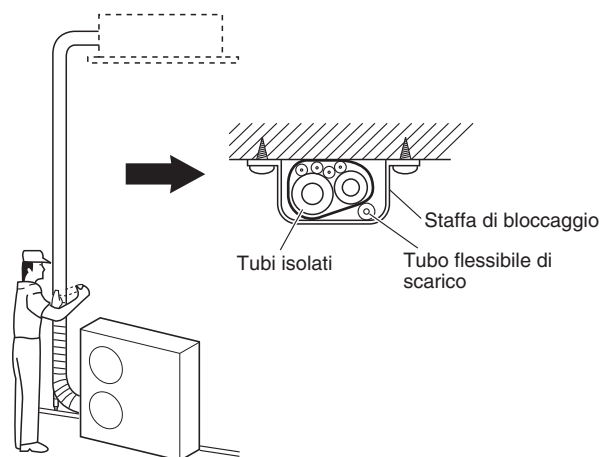

Fig. 5-9
- (1) In questa fase i tubi del refrigerante (e i cavi elettrici, se consentito dalle normative locali) devono essere nastrati con del nastro di rinforzo formando un solo fascio. Per prevenire la formazione di condensa dovuta al trabocco della coppa di scolo, tenere separati il tubo di scarico e quello del refrigerante.
- (2) Avvolgere il nastro di rinforzo dal fondo dell'unità esterna sino al punto la tubazione entra nella parete. Durante l'avvolgimento del fascio di tubi, sovrapporre metà dell'altezza del nastro alla spirà immediatamente precedente.
- (3) Fissare il fascio dei tubi alla parete usando una fascetta ogni metro circa. (Fig. 5-9)